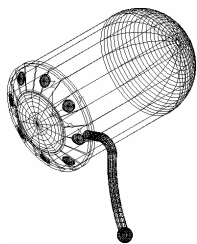

图 6-2-26 绘制球体
(7) 绘制球体。单击“建模”工具栏中的“球体”按钮, 根据命令行的提示进行操作, 捕捉音箱支架底的圆心为球体的中心点, 绘制半径为 1.3 的球体, 结果如图 6-2-26 所示。